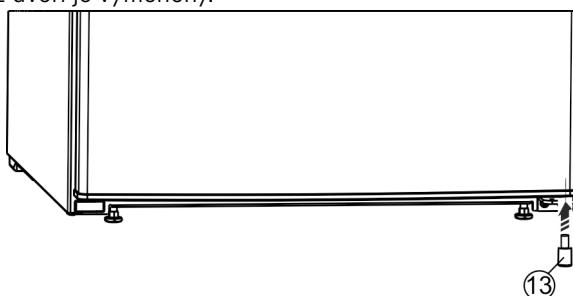

Fig. 26 *
- Dištančný diel Fig. 26 (13) nasadte znova vpravo dole do dverí, pretože je to dôležité pre stabilitu zariadenia.*